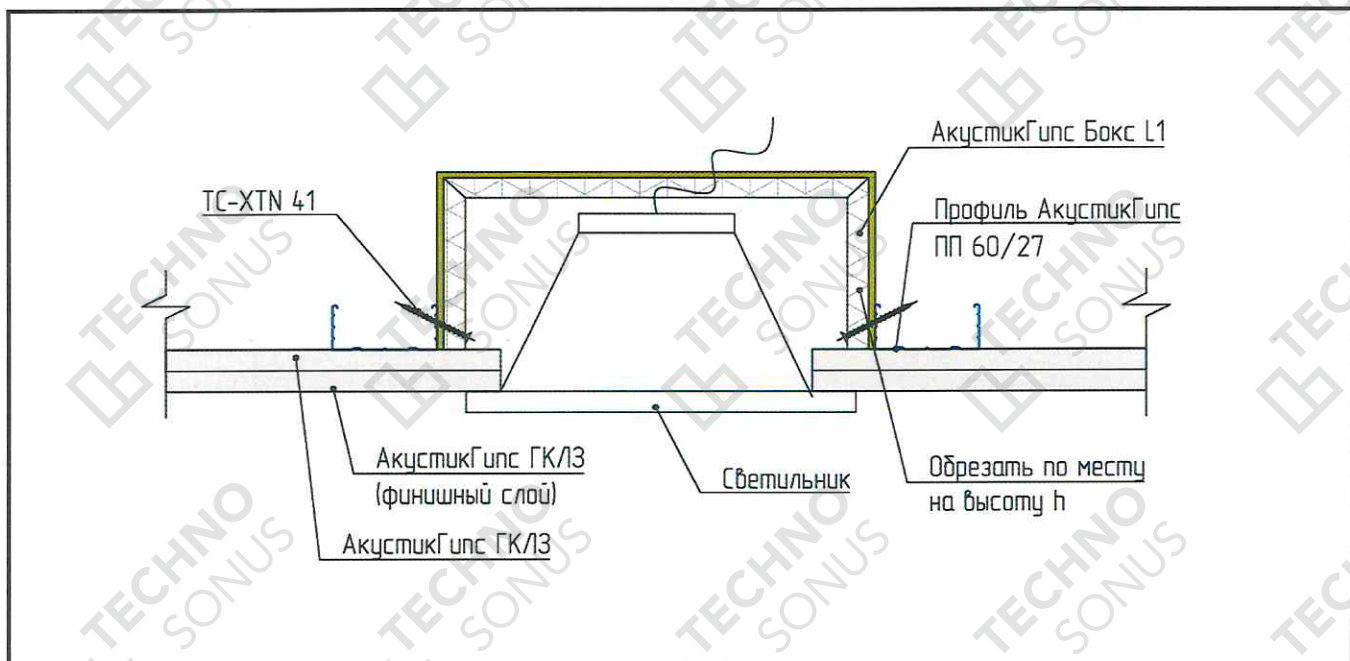

Рисунок 10 – Устройство потолочного светильника в типовые конструкции звукоизоляционных потолков
6.9. Выполнить установку звукоизоляционных ниш под потолочные встраиваемые светильники АкустикГипс Бокс L1 (если предусмотрена проектом именно эта модель) при помощи устройства переемычек-закладных из направляющего профиля АкустикГипс Профиль ППН 28x27 (см. рисунок 10). Перед установкой АкустикГипс Бокс L1, в коробе необходимо просверлить отверстие диаметром больше сечения провода на 5 мм. Через него заводим провод и фиксируем к закладным на саморезы ТС-ХТН 3,9x41. Важно установить АкустикГипс Бокс L1 в одну плоскость с каркасом. После установки заполняем отверстие вокруг провода виброакустическим герметиком Сонетик. Устройство акустических ниш под трековые светильники отображено на рисунке 9. Все элементы коммуникаций, проходящих через облицовку звукоизоляционного потолка, должны быть герметизированы с помощью виброакустического герметика Сонетик Акрил после сборки системы. Если предполагается отделка поверхности панельными материалами или натяжным потолком, то возможно использование виброакустического герметика Сонетик Силикон.